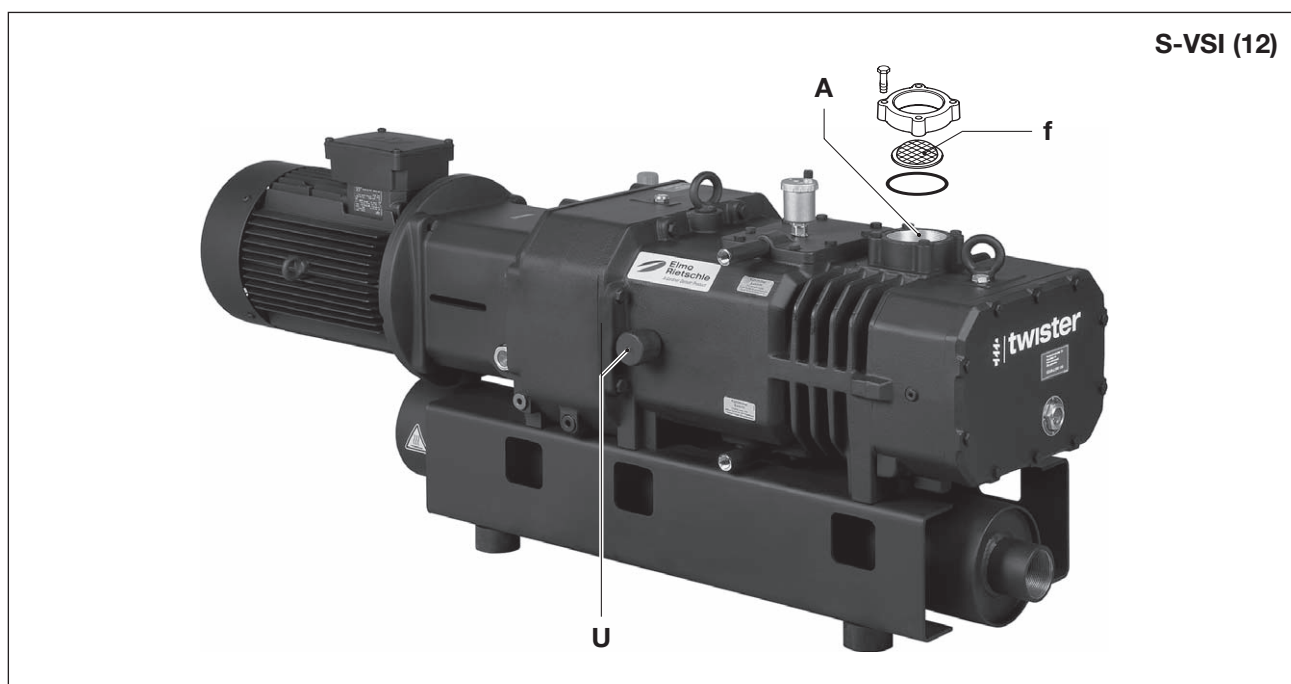

Abb. 9 Luftfilterung
Das im Vakuum-Anschluss (Abb. 9/A) eingebaute Siebfilter (Abb. 9/f) ist je nach Verunreinigung des angesaugten Mediums mehr oder weniger oft durch Auswaschen bzw. Ausblasen zu reinigen oder zu ersetzen.
Die Pumpen S-VSI (12) arbeiten mit einem Gasballastventil (Abb. 9/U).